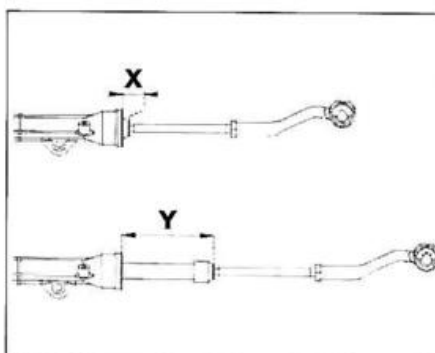

FIG. 4
- Medir la cota X (fig. 4).
- la abrazadera (2)
- una abrazadera nueva (1).